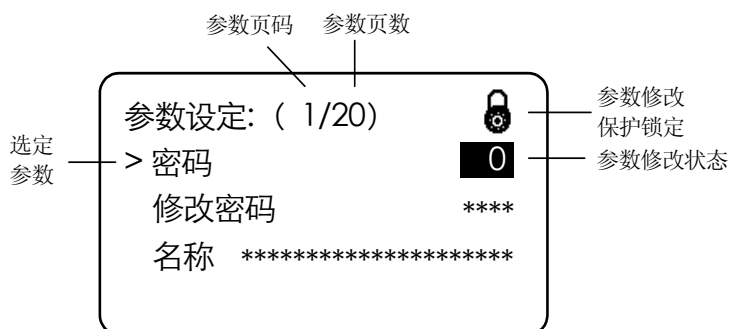

图 2-7
- 选定**密码**参数，按**消音键**进入密码输入状态，如图 2-7 所示